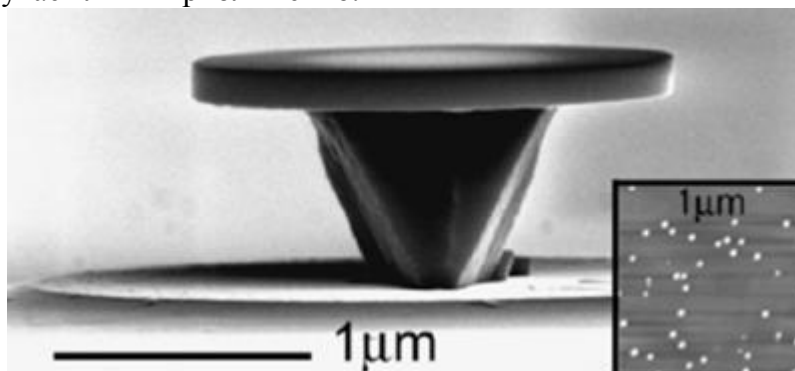

Рис. 1. Колонна микродискового лазера. На вставке – квантовые точки из арсенида индия на поверхности арсенида галлия.
1. Оцените в файле ответов, с какой точностью (с каким числом знаков после запятой) нужно взять число "пи" при расчётах длины окружности по радиусу (или наоборот) при изготовлении а.) диска из арсенида галлия для микродискового лазера (рис. 1) радиусом $R = 1,8 \text{ мкм}$; б.) квантовой точки из арсенида индия, имеющей форму цилиндра радиусом $r = 20 \text{ нм}$; в.) одностенной углеродной нанотрубки диаметром $d = 1,4 \text{ нм}$ (5 баллов), укажите этот ответ ниже (1 балл)